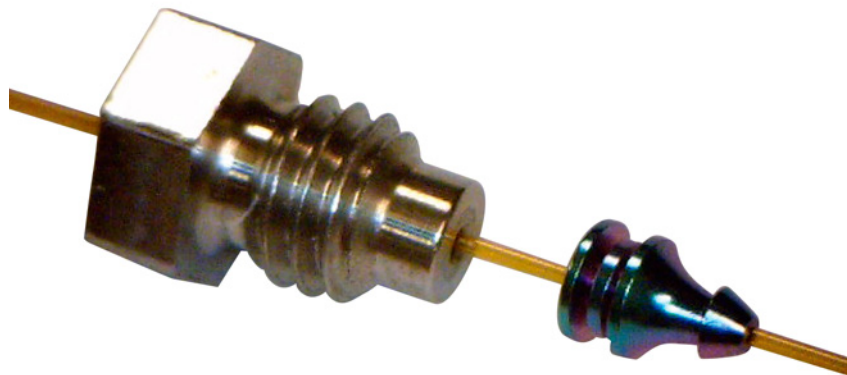

Abbildung 10. An Säule und Innenmutter gepresste Ferrule
- 7** Drehen Sie die Innenmutter mit dem 1/4-Zoll-Gabelschlüssel um weitere 15 bis 20 Grad im Uhrzeigersinn, um sicherzustellen, dass die Ferrule ordnungsgemäß auf die Säule gepresst wird. Siehe **Abbildung 10**.